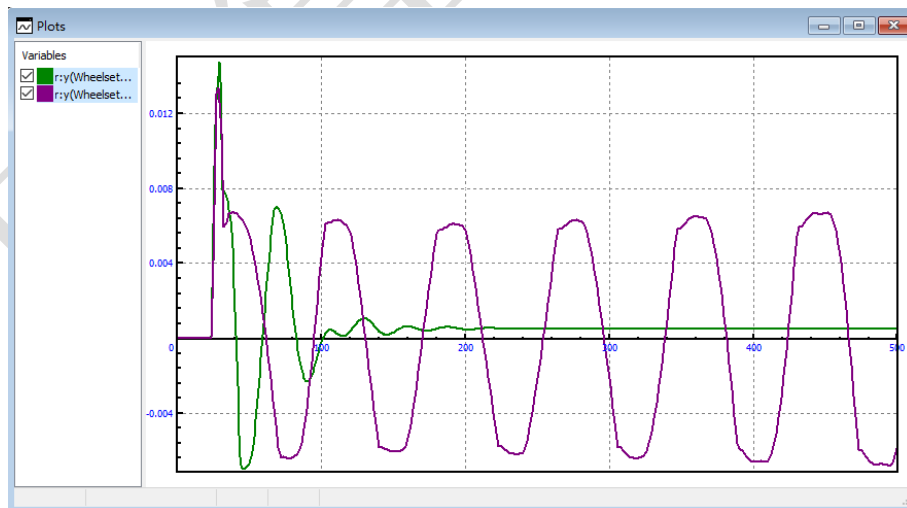

图 3.19
5. 以同样的方法，再将 **v=90** 工况的 **r:y(Wheelset1.Wset)**变量拖入绘图窗口，如图 3.19 所示。